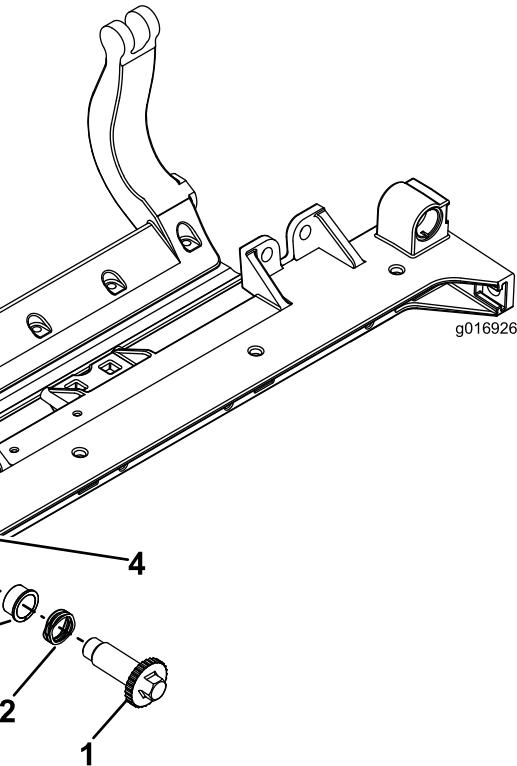

Figura 32
- Prenda o veio ajustador com uma anilha plana e porca de bloqueio (Figura 32). Aperte a porca de bloqueio com 20 a 27 N m.